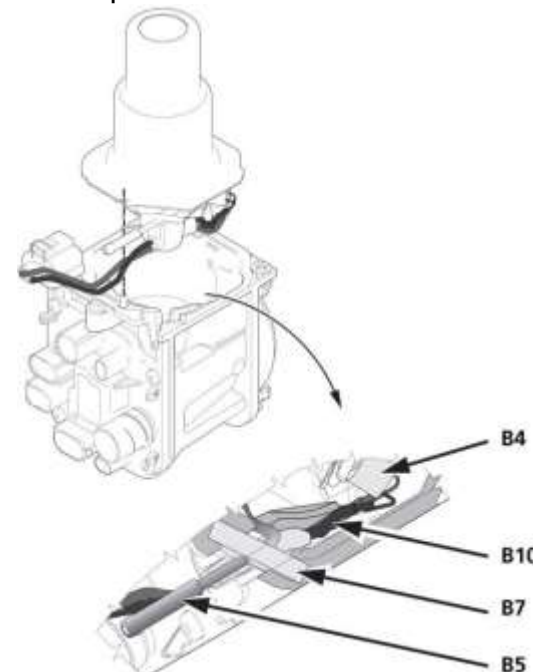

Рис.903 Детальное представление расположение проводки штифта накала
1. Предварительно примерьте горелку с втулками (B7) в корпус нагнетателя (G1). При монтаже обращайтесь внимание на то, чтобы кабель штифта накала (B10) и втулки (B7) были установлены в предназначенные для них направляющие и паз нагнетателя (G1) (см. рис. 903). Вставьте втулки (B7) в предусмотренный паз, пока полностью не займут установочные положения.
При монтаже горелки кабель должен быть проложен таким образом, чтобы располагаться в соответствующем пазу. См. также раздел 9.2.2 и рис. 903.